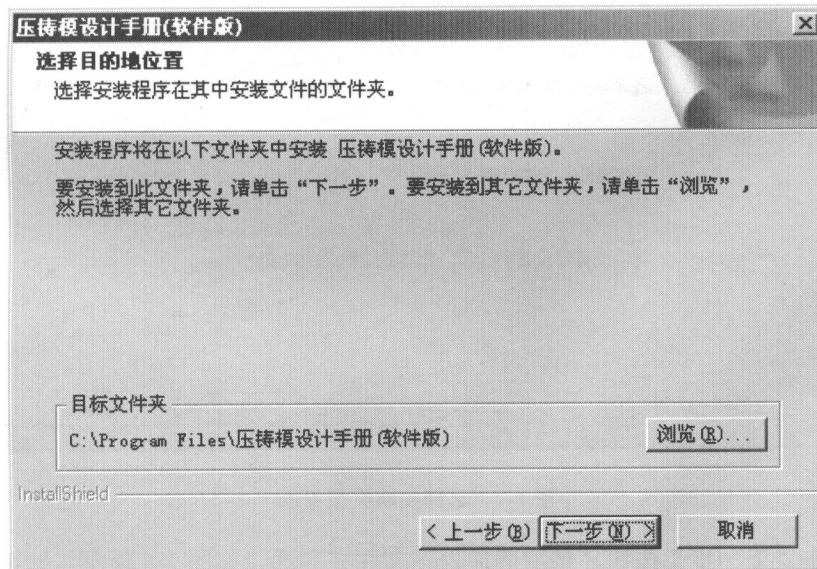
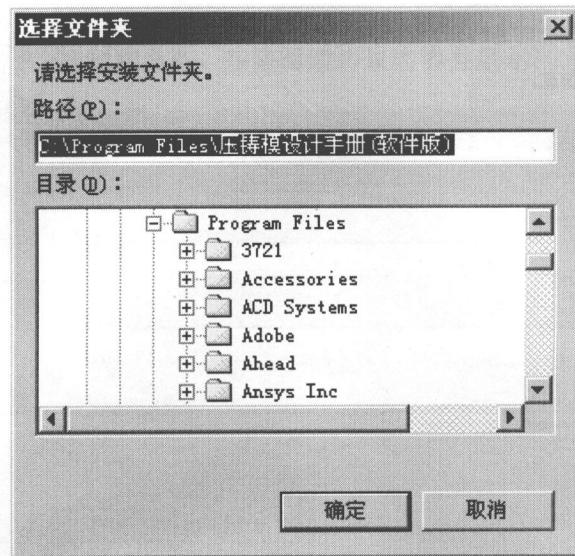

图 1-5 选择安装目录界面
图 1-6 选择合适的文件夹界面
(6) 进入选择安装目录界面, 如图 1-5 所示。系统推荐的安装目录是 C:\Program Files\压铸模设计手册 (软件版), 如果同意安装在此目录下, 单击“确定”按钮。如果希望安装在其他的目录中, 单击“浏览”按钮, 在弹出的对话框中选择合适的文件夹后, 单击“确定”按钮, 如图 1-6 所示。